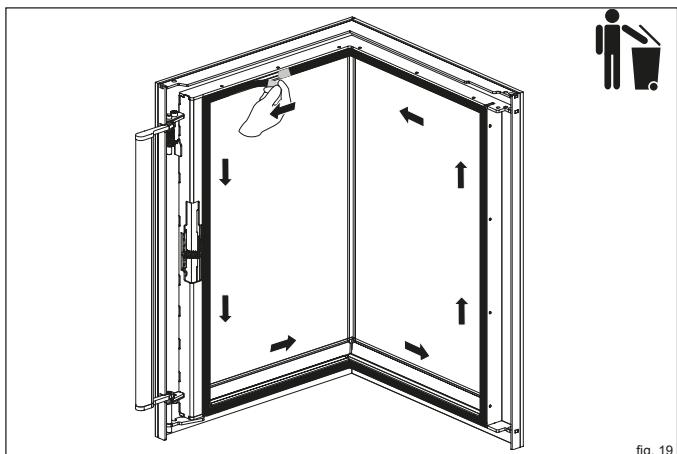

fig. 19
- ▶ Estrarre la vecchia guarnizione dalla guida tirandola da una delle estremità e smaltrirla tra i rifiuti (fig. 19).